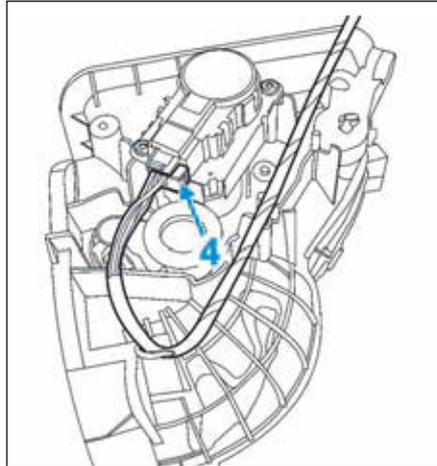

FIG.45
- Débrancher le connecteur (4) du moteur de recyclage (Fig.45).